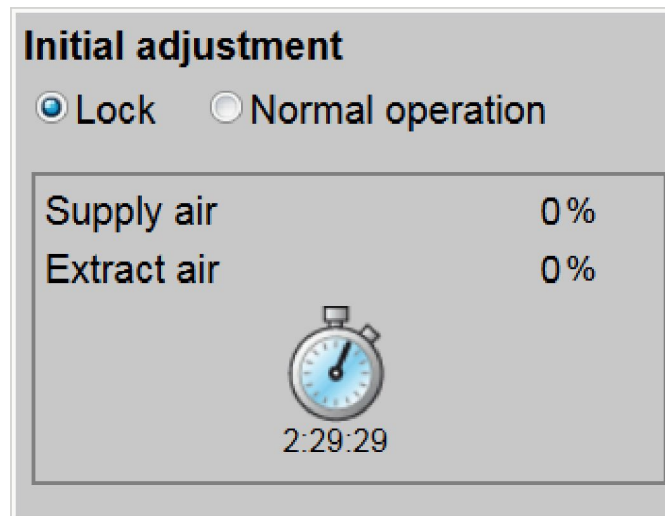

Fig. 27 : Définition d'une période de blocage
- ⇒ La sélection de « *Verrouiller* » affiche l'écran dans Fig. 27 .